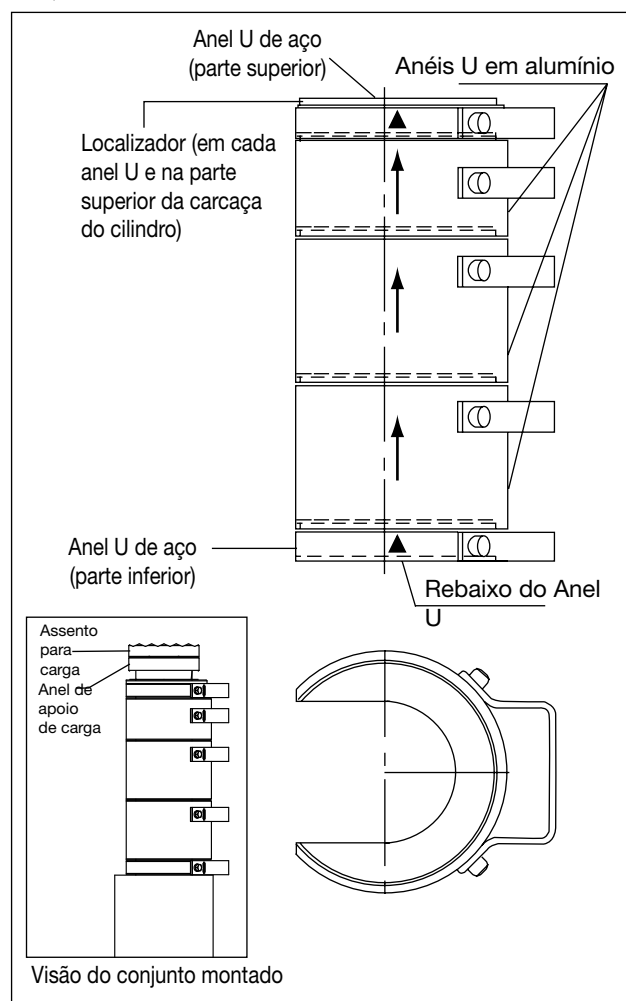

Figura 6, Disposição de Empilhamento de Anéis U (típico)
5.8 Instruções para Empilhamento de Anéis U (Veja a Figura 6)